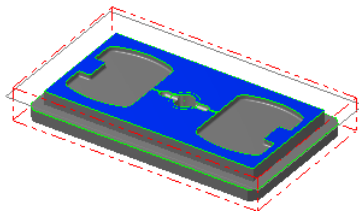

图 20.57 选取加工面
Step2. 选取加工面。在图形区中选取图 20.57 所示的曲面, 按 Enter 键, 单击 ☒ 按钮, 系统弹出“曲面精加工平行铣削”对话框。